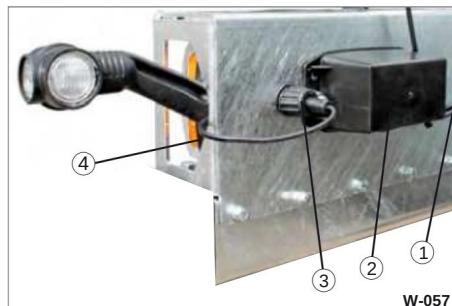

Fig. 57 Baglygte, fastgørelse
Skrueforbindelse (fig. 57/3, 4).
• Frakobl det tilhørende tilslutningskabel (fig. 57/1).